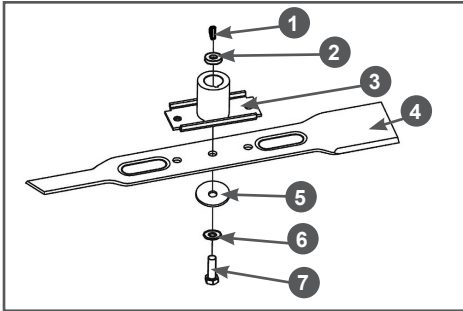

Рис. 24 Установка ножа
2. С помощью соответствующего инструмента открутите болт 7 крепления ножа и снимите нож (Рис. 24).
3. Снимите с вала двигателя адаптер 3 ножа и втулку 2 адаптера (Рис. 24).
4. Убедитесь в том, что шпонка 1 адаптера на месте и не имеет повреждений (Рис. 24). Во избежание утери шпонки во время заточки ножа или других работ по обслуживанию газонокосилки извлеките шпонку из шпоночного паза и уберите в надёжное место.
7. Установите все детали на место в порядке, обратном снятию. Схема установки показана на Рис. 24.
8. Зафиксируйте нож от проворачивания и надёжно затяните болт 7 крепления ножа (Рис. 24).